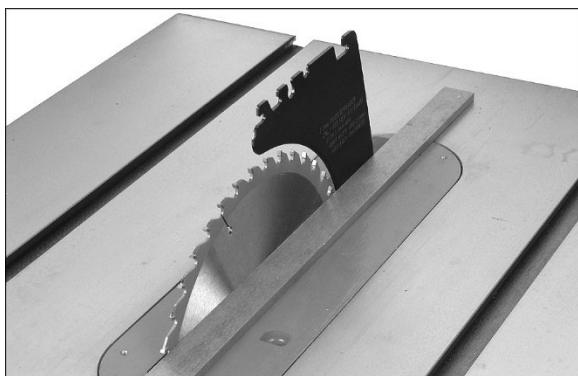

Figura 8-7
- Coloque una regla sobre la mesa de modo que esté contra la hoja y el separador. Vea la Figura 8-7. Gire la hoja, de modo que la parte superior del diente de la hoja haga contacto con la regla.